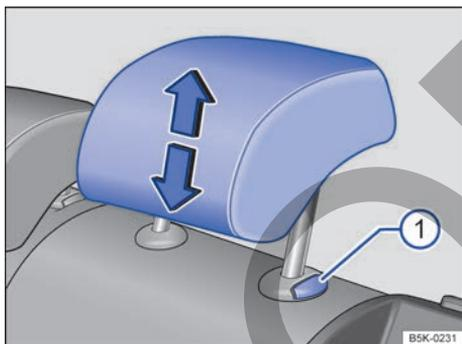

Fig. 81 Ajuste de los apoyacabezas traseros.
- Desplace el apoyacabezas hacia arriba o, a la vez que presiona la tecla → fig. 81 ①, hacia abajo en el sentido de la flecha correspondiente → ⚠ en *Introducción al tema* de la pág. 99.